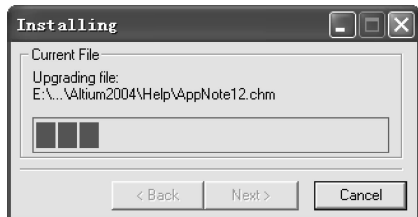

图 1-11 【安装进度】对话框
(4) 步骤四 单击【Next】按钮,进入安装。弹出安装进度对话框,将显示安装进度,如图 1-11 所示。